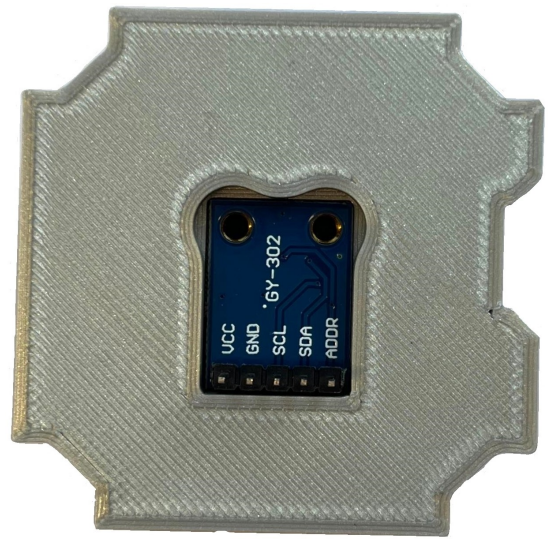

Abb. 8: Sensor im Einsatz
- (7) Legen Sie den Sensor in den Einsatz (Abbildung 8).